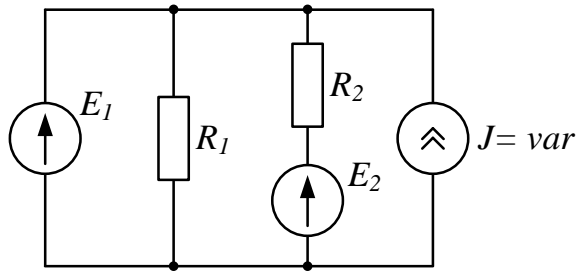

Рис. 2
2. Проанализировать влияние тока источника тока  $\mathfrak{I}$  на токи ветвей схемы (рис. 2).